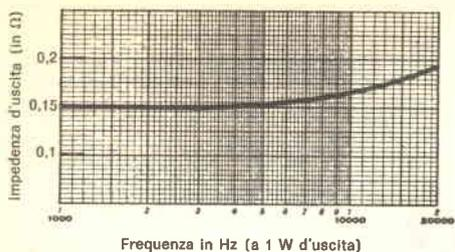

Fig. 3 - L'impedenza d'uscita è molto bassa su tutta la gamma audio e sale di 0,2 Ω a 20 kHz.
Nella fig. 3 è riportato il grafico dell'impedenza d'uscita in funzione della frequenza. La resistenza dei collegamenti tra amplificatore e carico è dell'ordine dei 0,05  $\Omega$  ed è compresa in questo grafico che è stato rilevato tra i terminali d'uscita dell'amplificatore. L'impedenza d'uscita è molto bassa nella maggior parte della gamma audio e comincia una lenta salita oltre i 5.000 Hz. Raggiunge un massimo
**Tre usi per un oscilloscopio** - Cominciamo a considerare tre usi fondamentali di un oscilloscopio. Esso si può usare per misure di tensioni c.a. da picco a picco (fig. 1); per misure di tensioni c.c. (fig. 2); per misure di frequenza sulla base dei tempi (fig. 3). La cosa interessante è che tutte queste misure si possono fare contemporaneamente. Per esempio, la forma d'onda della fig. 1 è semplicemente un'onda quadrata differenziata. L'attenuatore verticale dell'oscilloscopio è regolato per 0,5 V per divisione, ma si usa anche una sonda LC da 10 V, perciò si deve spostare la virgola di un numero e ogni divisione vale 5 V. Pertanto, l'ampiezza totale da picco a picco (altezza) della forma d'onda è di 22 V. Supponiamo che nella fig. 2 ogni divisione valga 10 V e stabiliamo una linea di riferimento con una traccia sulla prima linea in basso del reticolo. Se la tensione sale di cinque divisioni, la tensione c.c. ben filtrata che osserviamo è di 50 V.
**Misure sulla base dei tempi** - Useremo ora un generatore e varie forme d'onda per illustrare che cosa può fare la base dei tempi di un oscilloscopio ad aggancio automatico. Introduciamo nel canale superiore di un oscilloscopio a doppia traccia forme d'onda triangolari e nel canale inferiore forme d'onda ad impulsi (ved. fig. 3). Naturalmente, poiché viene usata la stessa base dei tempi, le due forme d'onda hanno lo stesso tempo di ripetizione.
Se si vuole controllare la precisione dell'oscilloscopio o di un generatore tarato, si possono usare tempi di ripetizione più bassi o più alti, in modo che in ogni divisione sia contenuto un ciclo completo. Nell'esempio della fig. 3, siamo andati a 0,1 msec per divisione nella base dei tempi dell'oscilloscopio ed abbiamo trovato, con soddisfazione, che la frequenza
Si noti nella fig. 3 che la traccia in basso è una forma d'onda rettangolare con ciclo utile del 50%, il che forma un'onda quadrata. La traccia superiore è a dente di sega, non proprio lineare nelle punte in alto.
Tre usi fondamentali dell'oscilloscopio: la fig. 1 (a sinistra) mostra una misura di tensione c.a. da picco a picco; la fig. 2 (centrale) una misura di livello c.c.; la fig. 3 (a destra) una misura di frequenza.
La fig. 4 (a sinistra) è la parte superiore della fig. 3 di pag. 41, mentre la fig. 5 (al centro) è la parte inferiore della stessa fig. 3; la fig. 6 (a destra) è sempre la medesima, ma a frequenza più bassa.
La fig. 4 è semplicemente la parte superiore della fig. 3 alla stessa frequenza di 10 kHz, rivista sull'asse X non calibrato di un oscilloscopio a deflessione orizzontale ricorrente. Si noti che la traccia è più larga, le dimensioni del punto sono maggiori, ed essa comincia con una certa non linearità ed è un po' fuori calibratura dal momento che il più costoso oscilloscopio ad agganciamento automatico della base dei tempi indica 4,4 V da picco a picco, mentre questo oscilloscopio indica (con 1 V per divisione minore), 5,4 V, un errore sufficiente per rendere sostanzialmente differente la misura in un circuito
a transistori a basso segnale. Si noti che la traccia diventa più larga verso destra; ciò indica scarso stigmatismo e difetto del circuito di focalizzazione o di regolazione. Passiamo ora alla forma in basso della fig. 3 e riduciamone la frequenza di ripetizione a 100 Hz, come si vede nella fig. 5. Qui il responso inclinato ed arrotondato diventa evidente e sembra che la deflessione orizzontale ricorrente non sia lineare, poiché la durata del primo mezzo ciclo iniziale a sinistra è inferiore agli altri. L'ampiezza verticale dovrebbe essere di circa 3 V e l'indicazione è un po' più di 4 V. Naturalmente, questo si può regolare.